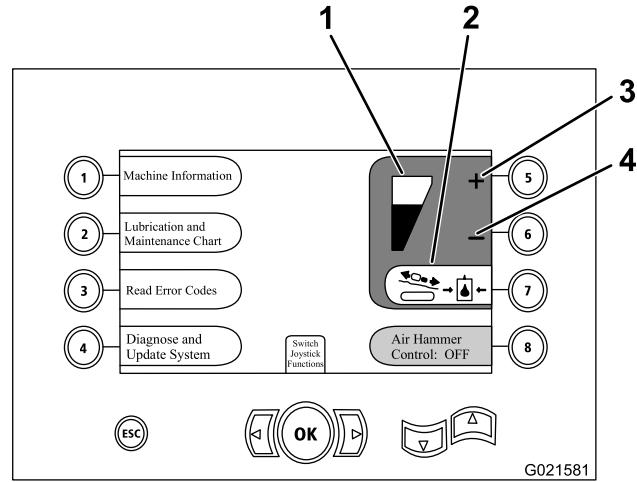

Figure 71
2. Augmentez ou réduisez la pression du chariot comme suit : (Figure 71).
- Appuyez sur le bouton 5 sur l'écran pour réduire la pression du chariot (Figure 71).
- Appuyez sur le bouton 6 sur l'écran pour augmenter la pression du chariot (Figure 71).
Remarque: L'indicateur de pression (Figure 71) monte ou descend selon que vous augmentez ou réduisez la pression du chariot.